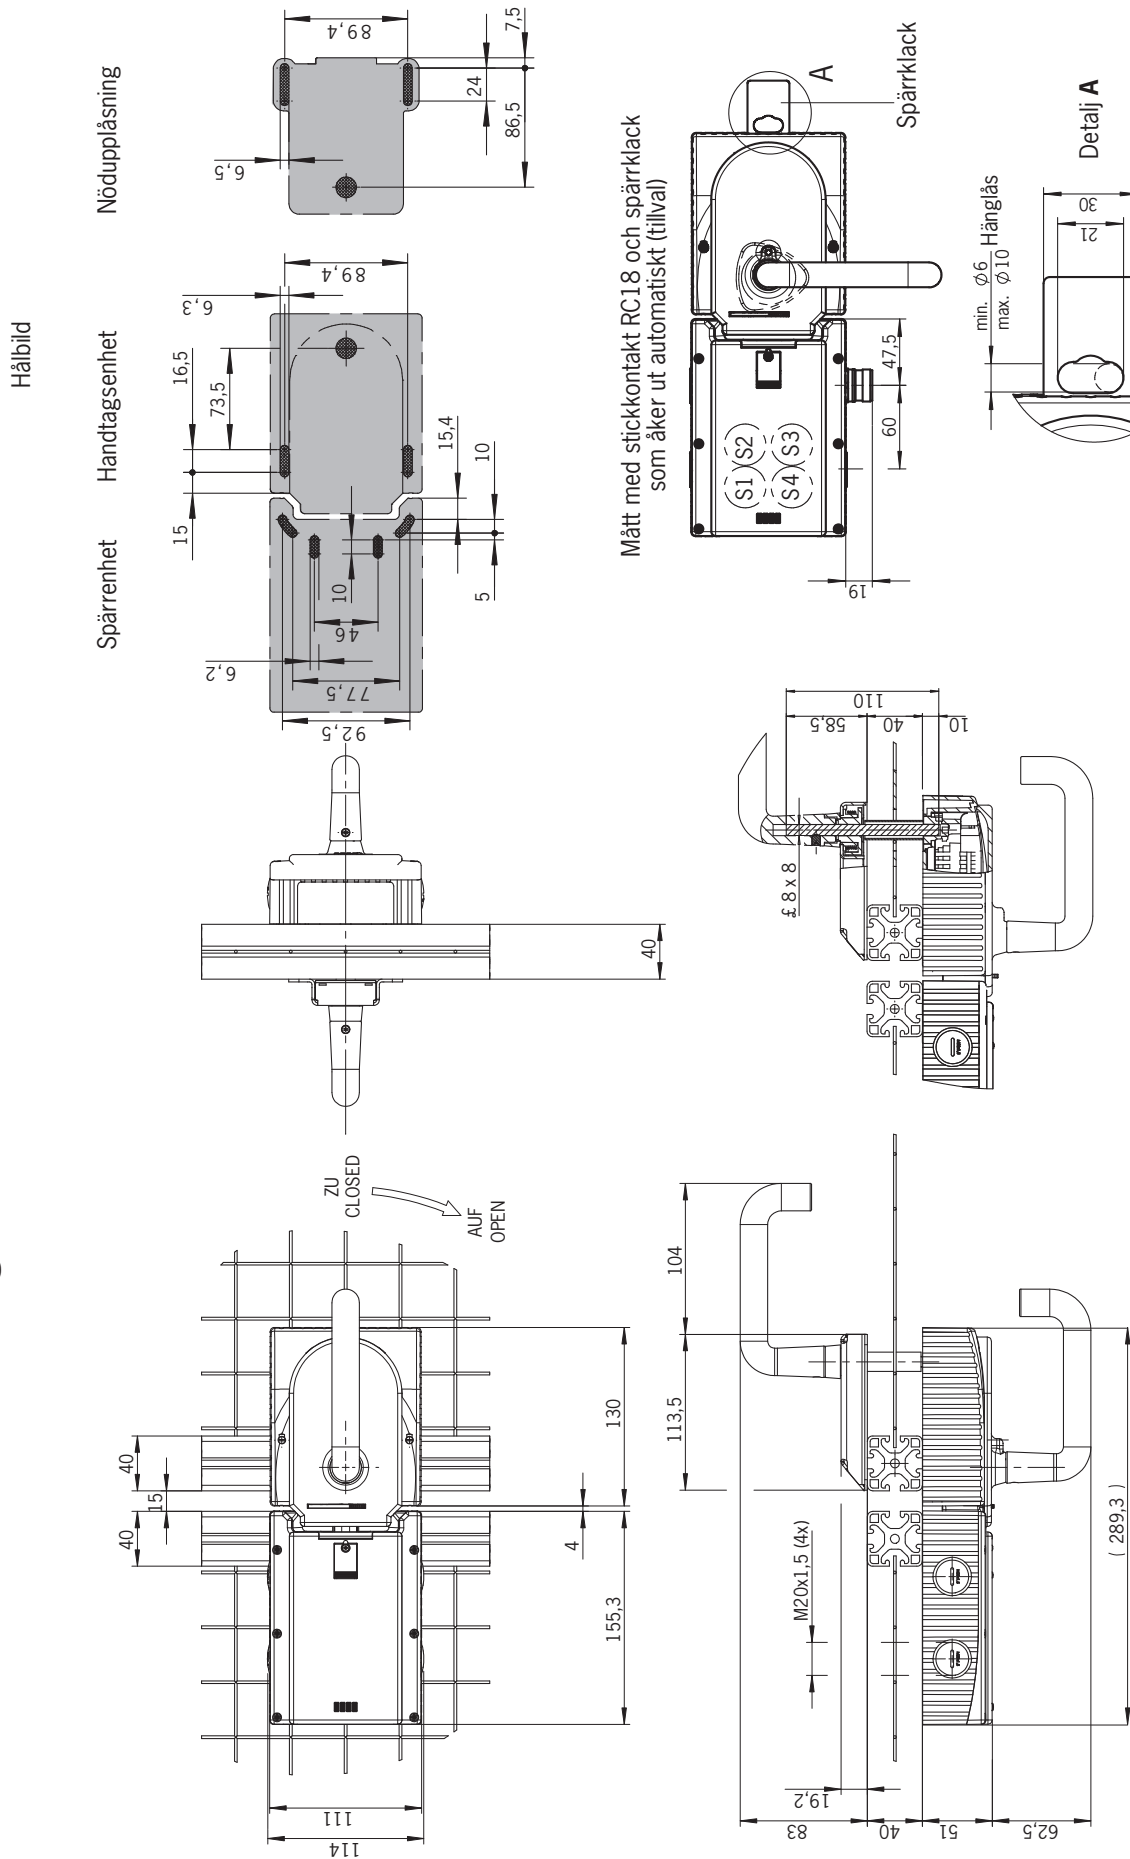

Bild 4: Måttitning MGB monterad, utan monteringsplattor som tillval
- › Ställ in utrymningsupplåsningens axel i rät vinkel mot handtagsenheten. Se bild 4 och 8.